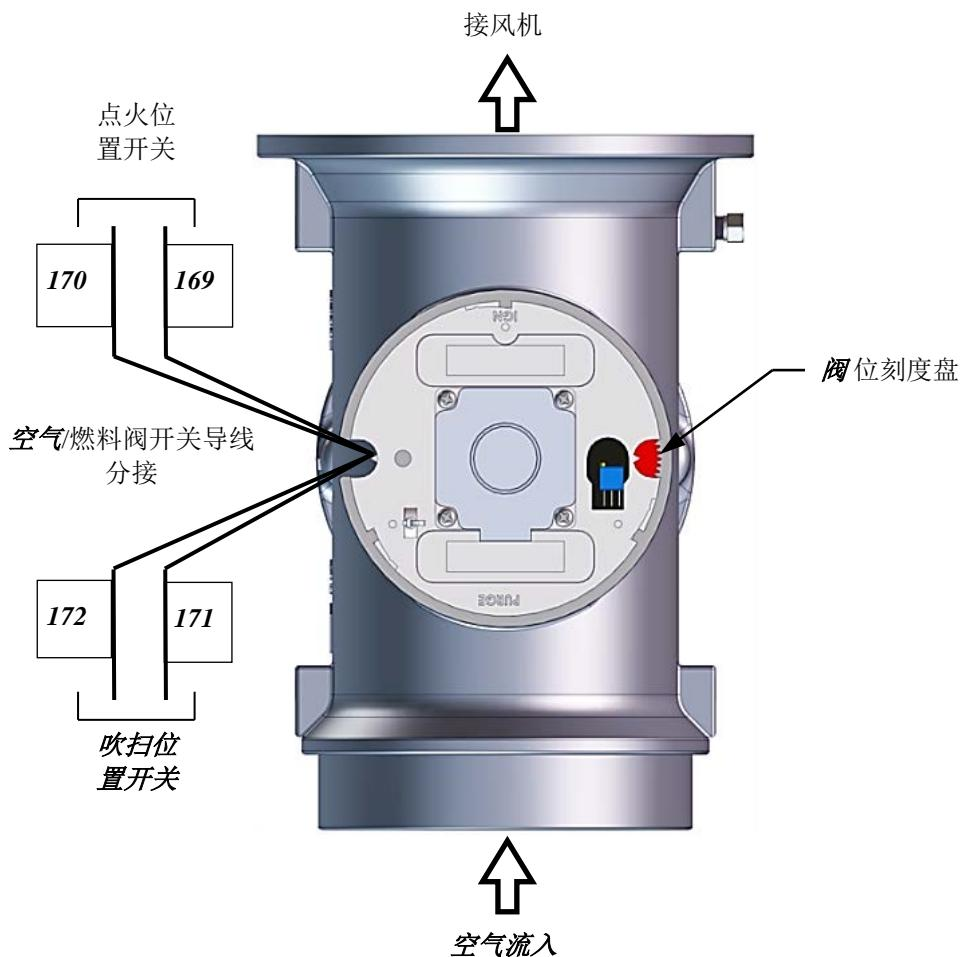

图 6-8：空气/燃料阀吹扫和点火开关位置
4. 从吹扫开关拆下两根导线中的一根 (#171 或 #172)（图 6-8）。
4. 从点火开关拆下二根导线 #169 或 #170 (参见图 6-8) 中的一根。